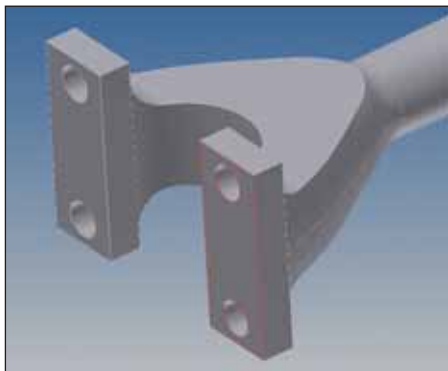

Рис. 41
55. Выбрать в качестве плоскости эскиза указанную на рис. 41 поверхность.